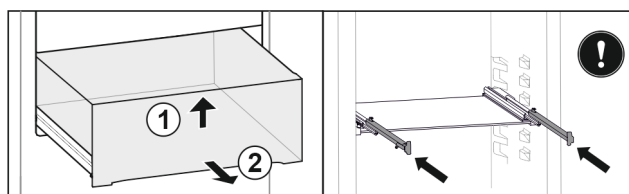

Fig. 22
- Schubfach vorne anheben. Fig. 22 (1)
- Schubfach nach vorne entnehmen. Fig. 22 (2)